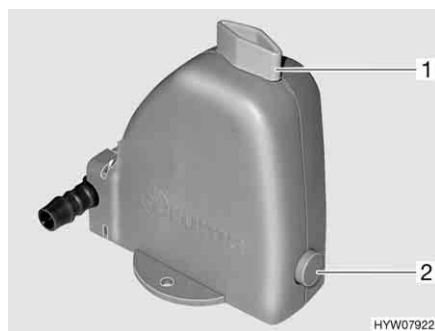

Fig. 67 Valvola di sicurezza/di scarico del boiler
Il boiler è dotato di una valvola di sicurezza/di scarico (Fig. 67). La valvola di sicurezza/di scarico impedisce che l'acqua congeli nel boiler in presenza di basse temperature esterne, quando il riscaldamento dell'autocaravan non è acceso.
- Chiudere la valvola di sicurezza/di scarico. A tal fine ruotare la manopola (Fig. 67,1) verticalmente rispetto alla valvola di sicurezza/di scarico e premere verso l'interno il bottone automatico (Fig. 67,2).
- Aprire la valvola di sicurezza/di scarico. A tal fine ruotare la manopola (Fig. 67,1) nel senso della lunghezza della valvola di sicurezza/di scarico. Il bottone a pressione (Fig. 67,2) scatta all'infuori. Il boiler viene svuotato verso l'esterno tramite la valvola di sicurezza/di scarico.